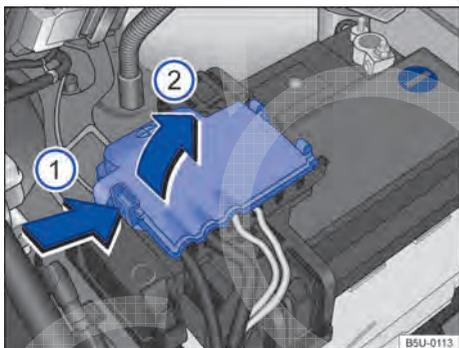

Fig. 153 Compartimento do motor: acesso ao terminal positivo da bateria.
- Abrir a cobertura do polo positivo. Para abrir pressionar a trava no sentido da seta → Fig. 153 (1), rebater a cobertura para o lado no sentido da seta (2).